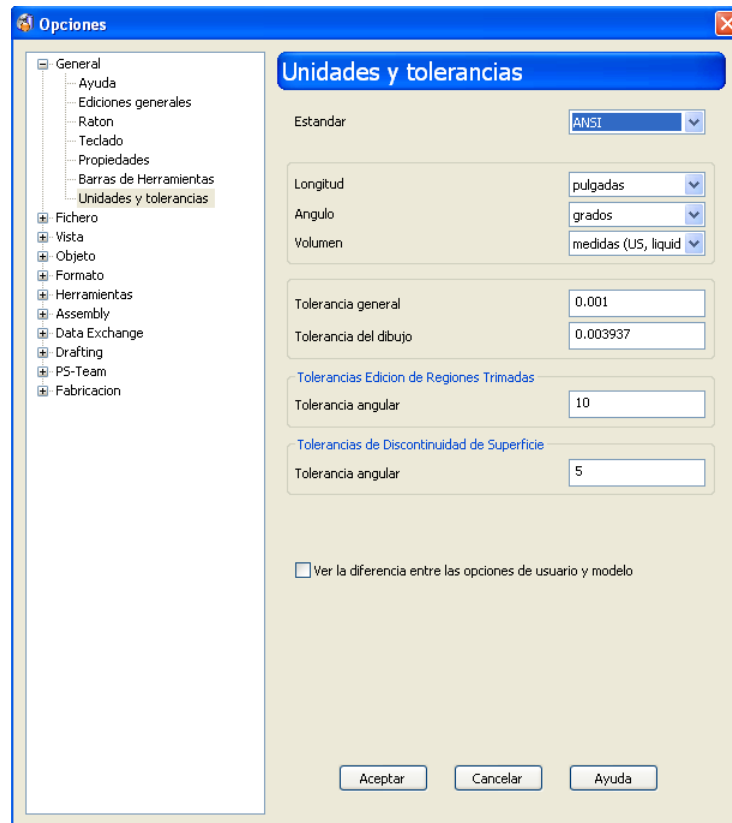

Figura 2.3 Cuadro de diálogo Opciones para cambiar el sistema de unidades.
- 1) Desde el menú Herramientas, seleccionar Opciones. Aparece el cuadro de diálogo Opciones (Figura 2.3).